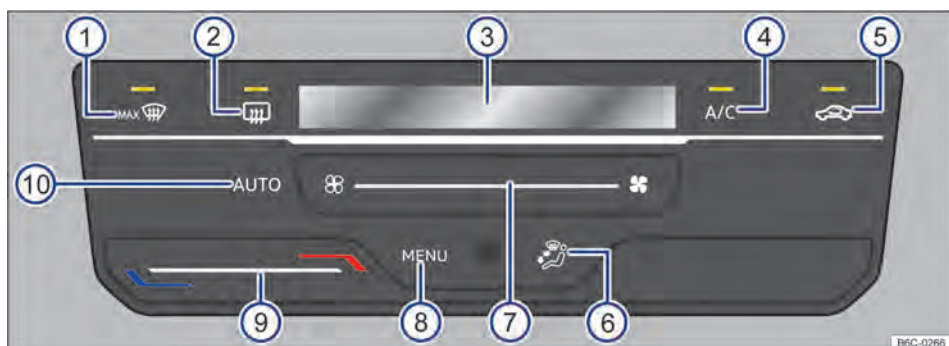

Fig. 85 Mandos del Climatronic.
Tocando la superficie funcional  → fig. 85 (10) se puede encender el modo automático del Climatronic.
El modo automático garantiza temperaturas constantes dentro del vehículo. La temperatura del aire, el volumen de aire y la distribución de aire se regulan automáticamente. El funcionamiento automático se desconecta cuando la ventilación se cambia manualmente → fig. 85 (7) o cambiando la distribución del aire a través del botón de función → fig. 85 (6).
- **Climatronic:** toque el botón de función  → fig. 85 (4) para encender y apagar la operación de enfriamiento.
- **Climatronic:** deslice el dedo debajo de la botón de función → fig. 85 (9).
En la pantalla del Climatronic → fig. 85 (3) se indica la temperatura ajustada.
- **Climatronic:** deslice el dedo debajo de la botón de función → fig. 85 (7).
- **Climatronic:** tocar el botón de función  → fig. 85 (5).
- **Climatronic:** tocar el botón de función → fig. 85 (6) a la posición deseada, la distribución seleccionada se indicará en la pantalla (3).
- **Climatronic:** tocar el botón de función  → fig. 85 (1).
- **Climatronic:** tocar el botón de función  → fig. 85 ②.
Para vehículos con VW Play, presionar **MENÚ** → fig. 85 ⑧ para abrir el menú del aire acondicionado en la radio.